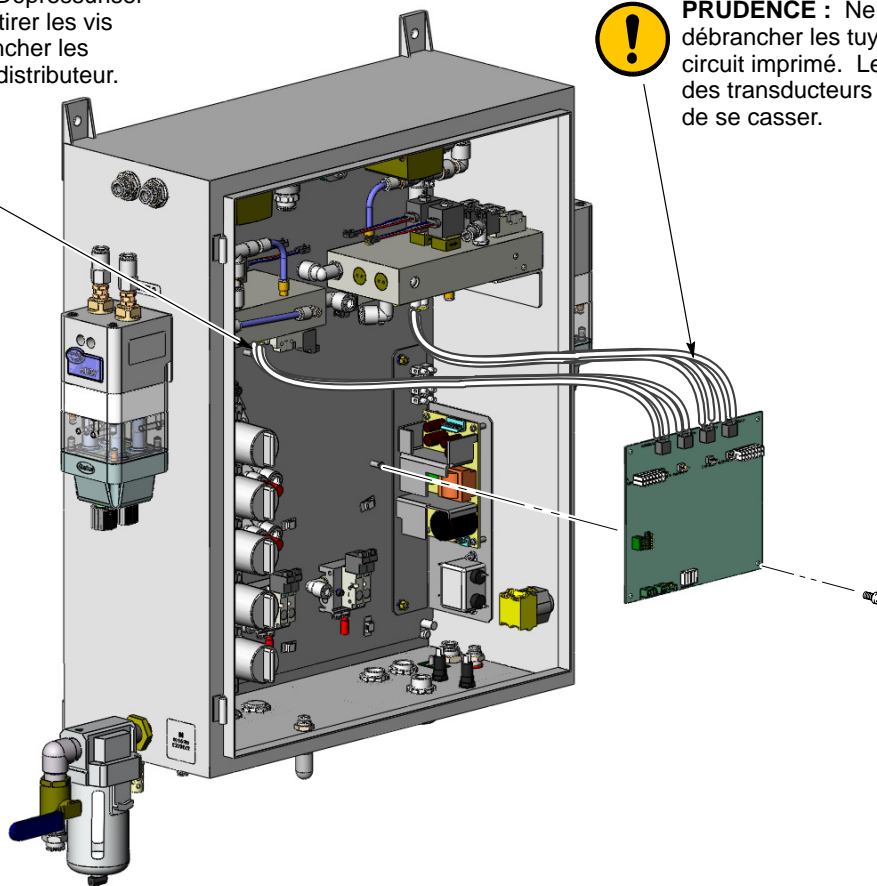

Fig. 2 Remplacement de la carte
3. Voir la figure 2. Ouvrir la porte du panneau de pompe et débrancher tous les faisceaux de câblage du circuit imprimé.